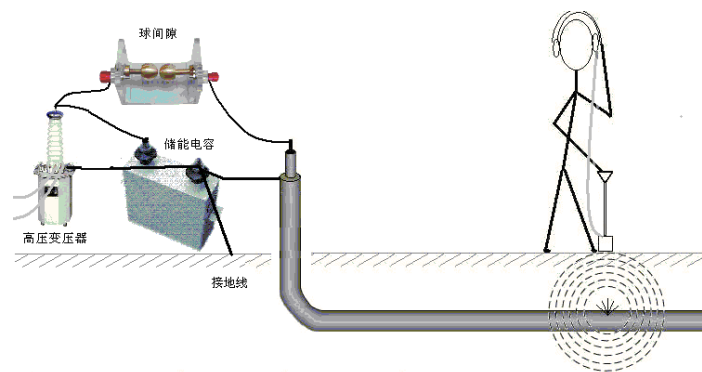

图 1 定点过程操作示意图
**定点示意图：**定点过程操作示意如图 1 所示，冲击高压加在电缆的一端上，使故障点产生放电，操作者手持数显声磁同步定点仪接收机及定点探头，在电缆故障测试仪初测距离的故障点附近，接收故障电缆放电点的电弧放电振动声音和电缆辐射的电磁波，在数显示屏显示的读数最小，振动波的声音最大点，确定出电缆故障点的精确位置。
地理电缆故障精确定点时，在电缆端点外加冲击高压接线图如图 1 所示。